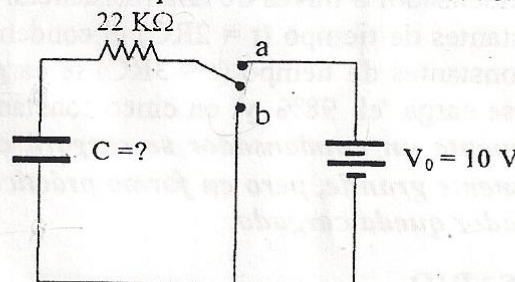

Figura 7.5
7. E.1.3 DETERMINACION DE LA CAPACIDAD DEL CONDENSADOR ASIGNADO. Monte el circuito de la figura 7.5, utilizando el condensador de capacidad desconocida y teniendo en cuenta la polaridad del condensador.